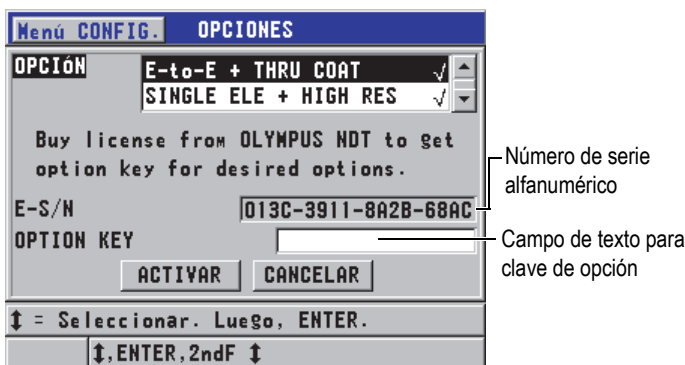

Figura 6-1 Pantalla OPCIONES
2. En la pantalla **CONF. MENU** (véase la Figura 4-2 en la página 55), seleccione **OPCIONES** (véase la Figura 6-1 en la página 83), verifique el número de serie alfanumérico de 16 dígitos que aparece en el campo **E-S/N**.
4. En la pantalla **OPCIONES** (véase la Figura 6-1 en la página 83):